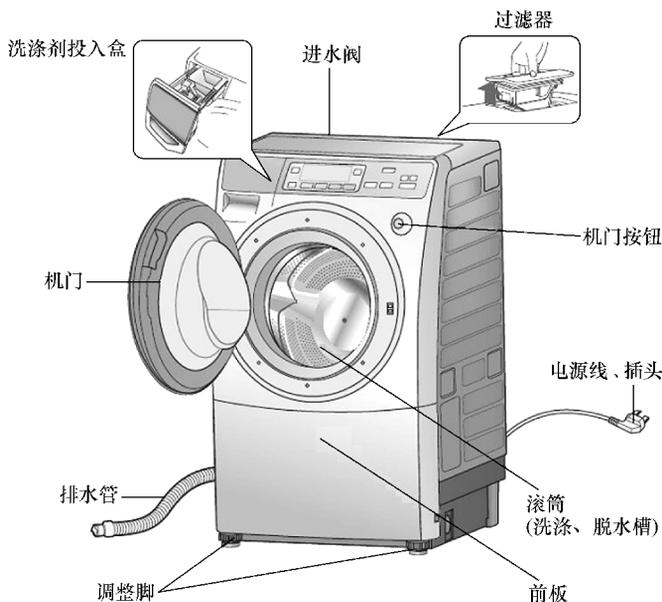

图 6-86 松下 XQG70 - VD76ZN 型滚筒洗衣干衣机外形结构
**【附注】**松下 XQG70 - VD76ZN 型滚筒洗衣干衣机外形结构如图 6-86 所示。